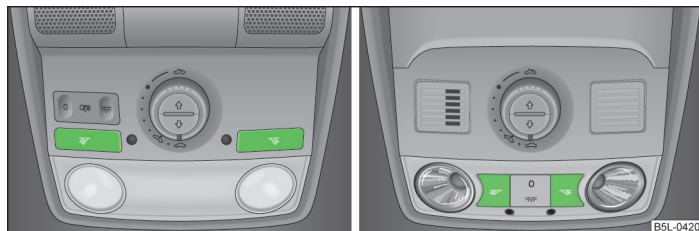

Fig. 32 Luci di lettura
► Premere l'interruttore  oppure premere  » fig. 32 per inserire o disinserire le luci di lettura.